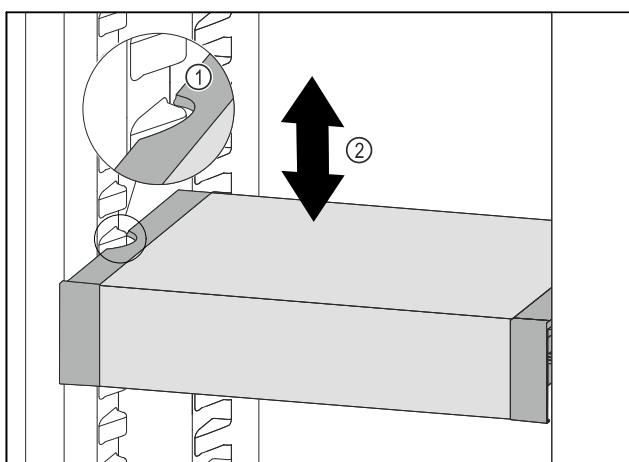

Fig. 111
- ▶ Predal VarioSafe povlecite v smeri naprej, dokler nista stranska izreza predala VarioSafe na višini nastavka za posodo v hladilniku. Fig. 111 (1)
- ▶ Predal VarioSafe premikajte v hladilniku gor ali dol, dokler ne dosežete zelene višini. Fig. 111 (2)